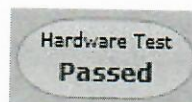

Рисунок 2 – Вид индикатора успешного выполнения самопроверки
7.2.5 Убедиться, что индикатор в нижнем левом углу показывает успешное выполнение самопроверки (см. рисунок 2). Если самопроверка не пройдена, прибор бракуется и направляется в ремонт.